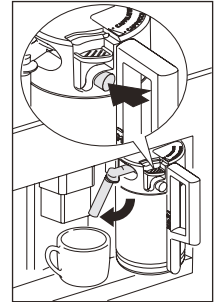

Fig. 33
- Coloque el surtidor de leche (N4) (ver Fig. 33) y, después, coloque una taza suficientemente grande bajo los surtidores de café y leche.
- Coloque un recipiente bajo el surtidor de leche. (Fig. 33).
- Mantenga pulsado el botón CLEAN (Limpiar) situado en la tapa (C3) (véase la página 117) durante al menos 5 segundos para iniciar la función de limpieza (Fig. 33).